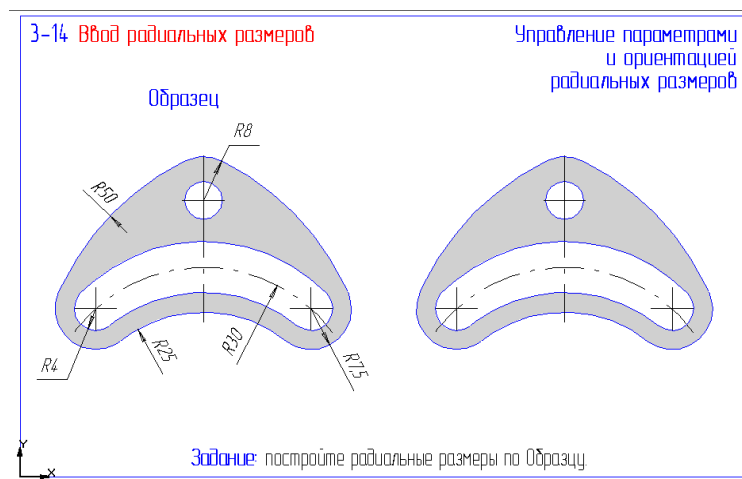

Рис. 20
22. Откройте файл фрагмента 3-14 (рис. 20) и выполните простановку радиальных размеров с заданием параметров размеров. Результат сохраните.